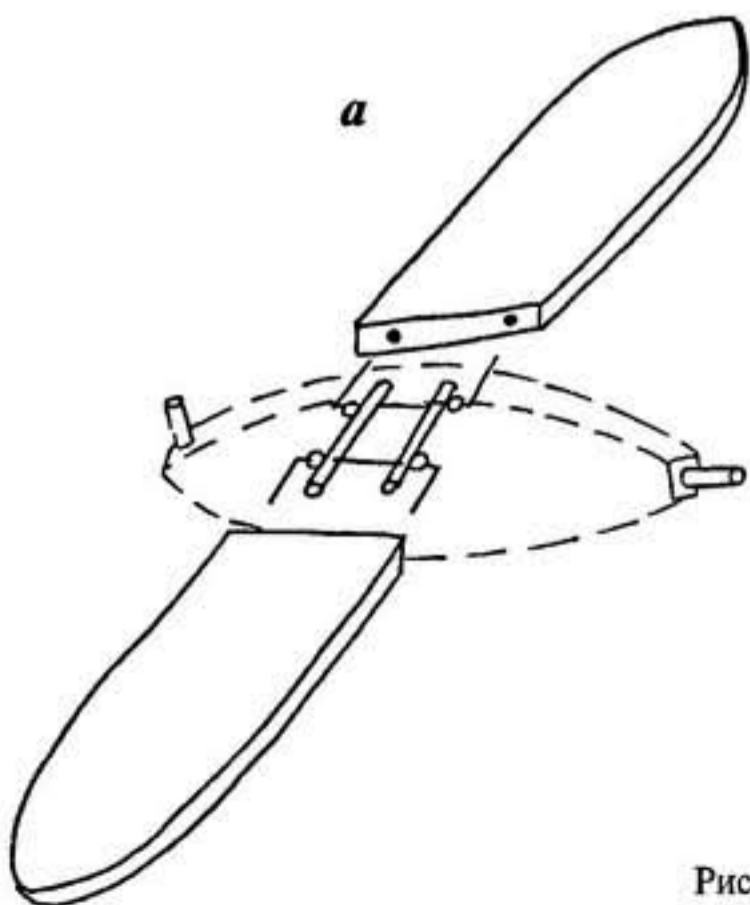

Рис. 237
4. Просверлите в торцах крыльев отверстия для проволоки диаметром меньше, чем диаметр проволоки, на 0,5 мм. Расстояние между отверстиями разметьте по расстоянию между концами проволоки (рис. 237, а).
5. Разметьте отверстия на пластях крыльев по шаблону и просверлите сверлом  $\varnothing 2$  мм (рис. 237, б; стрелка на рисунке показывает направление полета). Важно это сделать очень точно, иначе нарушится баланс и птица не полетит.